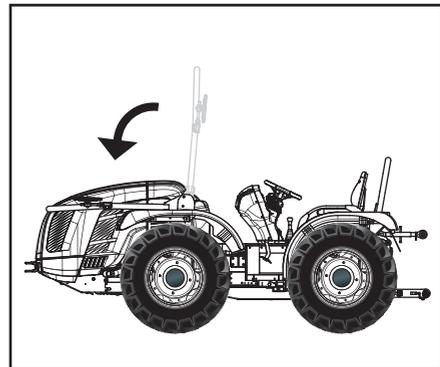

Abb. 2.4
1. Die Sicherheitsstifte (3) entfernen und die Bolzen (4) herausziehen.
2. Den Schutzbügel abklappen (Abb. 2.4).